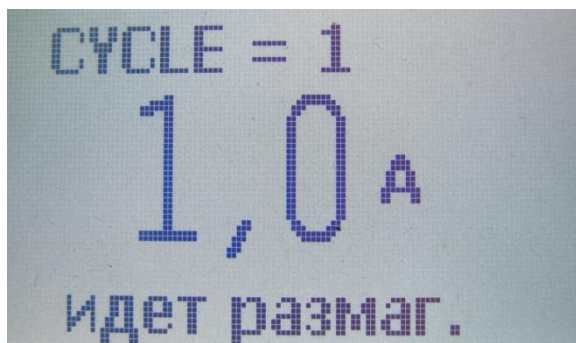

Рис. 6. Экран режима размагничивания
4.2.1. Начало размагничивания производится нажатием кнопки 10 (рис.1) «Пуск/Стоп». Внешний вид экрана режима размагничивания представлен на рис. 6. На данном рабочем экране располагается несколько функциональных областей: